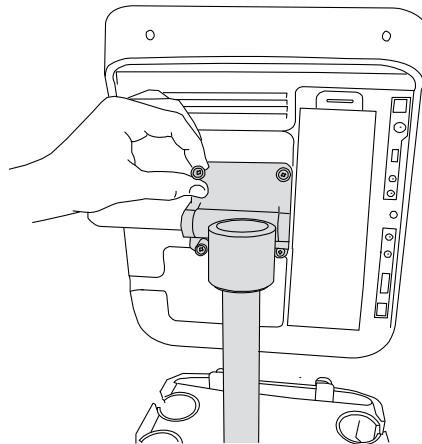

Abbildung 3 Schrauben an der Montageplatte anziehen
- 3** Ziehen Sie die Schrauben an jeder der vier Ecken an, damit das System gesichert wird. Verwenden Sie wenn nötig einen Kreuzschlitzschraubendreher. Siehe Abbildung 3.
- 1 Stützen Sie das Ulltraschallsystem ab und lösen Sie die Schrauben an allen vier Ecken der Montageplatte. Falls nötig, verwenden Sie einen Kreuzschlitzschraubendreher. Siehe Abbildung 3.